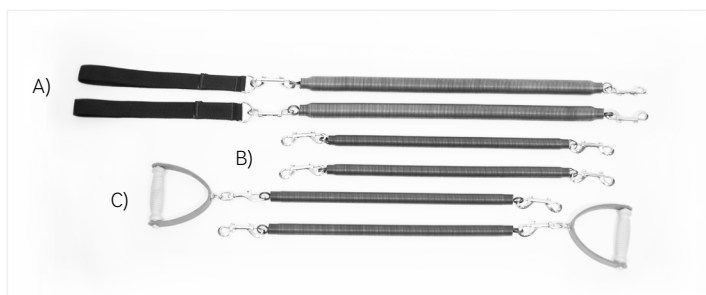

图 3: A) 腿部弹簧 (最长的弹簧)
9. 将吊臂、支腿、下拉杆、推杆及吊杆弹簧连至适当位置。参见图1, 查看弹簧位置。参见图3、4, 查看弹簧图片。
参见图3。